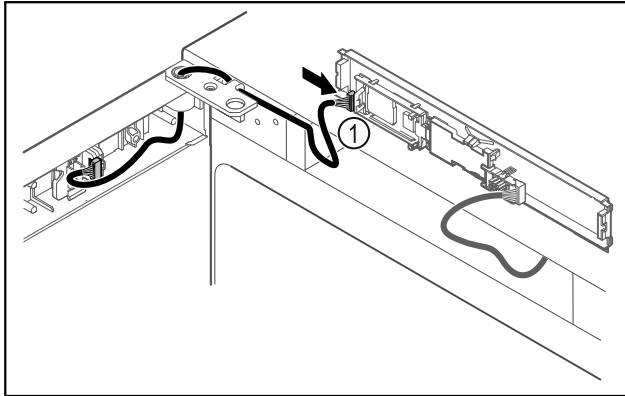

Fig. 44
- ▶ Sett pluggen Fig. 44 (1) inn i kretskortet.